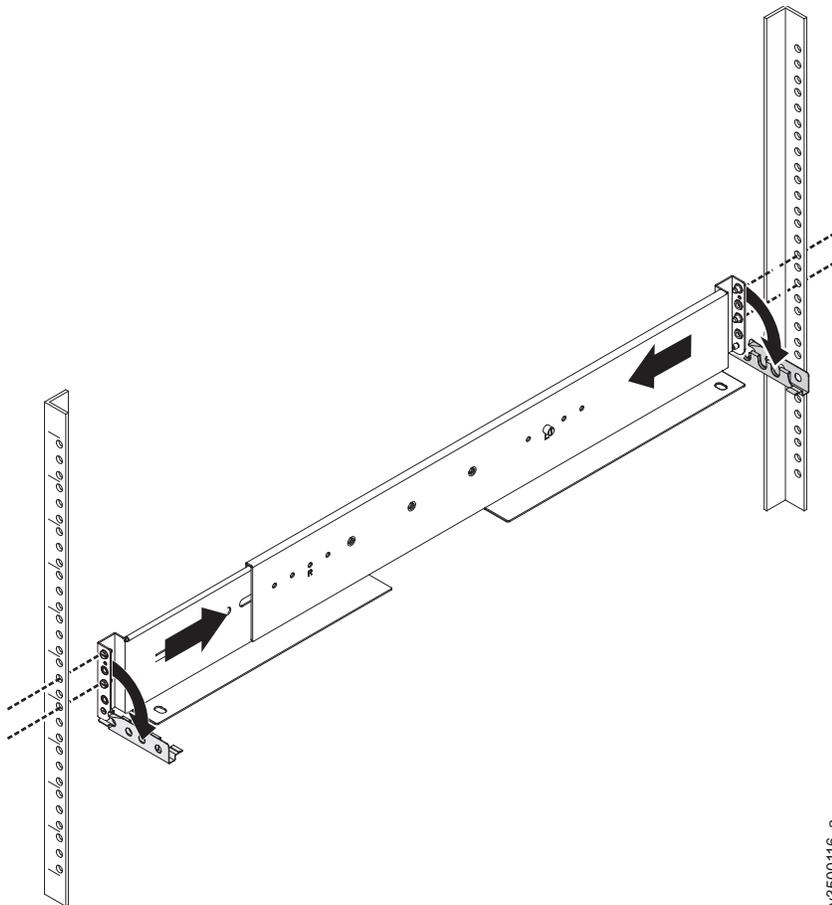

図 43. ラックから取り外すためのレールの圧縮
11. レールのスプリングを圧縮してレールを短くしてから、ラック内部から取り外します ( 212 ページの図 43)。